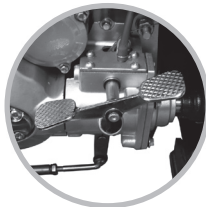

Imagen 18. Palanca de reversa
2. Presionar con la punta del pie izquierdo la punta delantera de la palanca de reversa. *Ver imagen 18.*